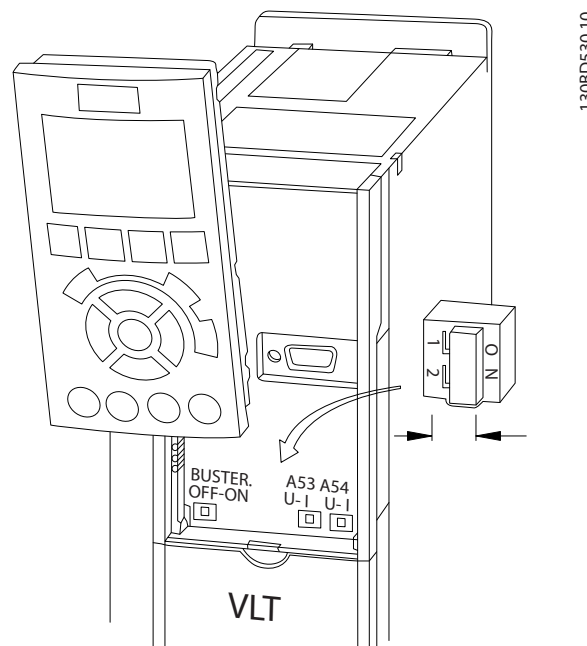

Рисунок 4.10 Расположение переключателей клемм 53 и 54
1. Снимите панель местного управления (LCP) (см. Рисунок 4.10).